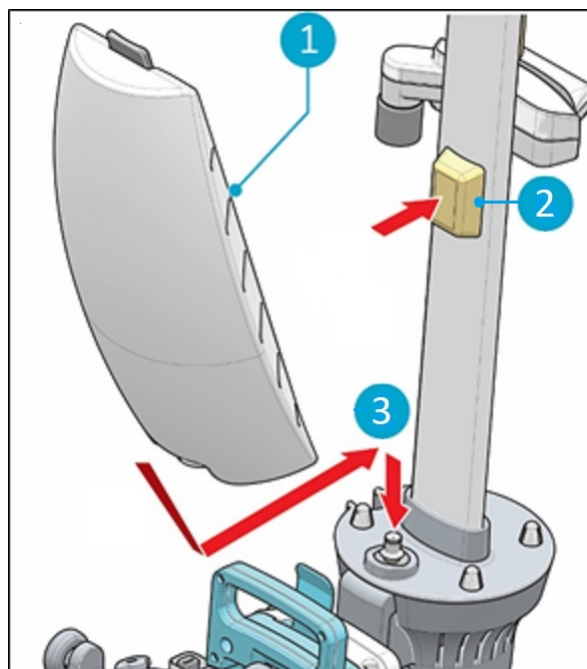

Abbildung 11
1. Platzieren Sie den Tank (Figure 11, Pos. 1) mit dem Ventil nach unten auf dem i-mop® Lite.
2. Drücken Sie den Tank nach unten (Figure 11, Pos. 3), bis der Nippel durch die Ventildichtung stößt.
3. Bewegen Sie den Tank in seine endgültige Position, in der er vom Magneten (Figure 11, Pos. 2) fixiert wird.